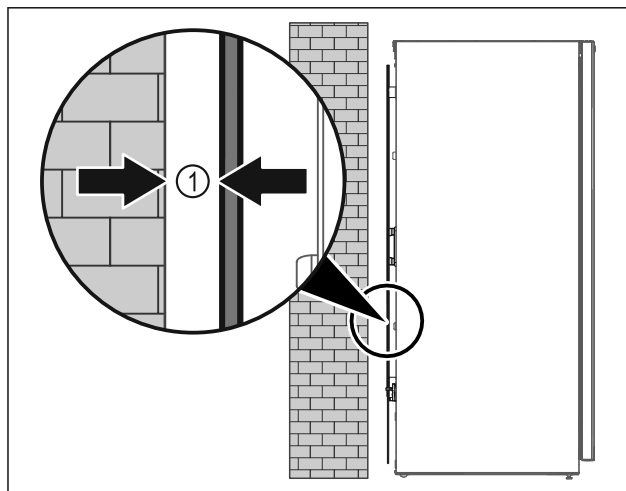

Fig. 7
- ▶ Instalați aparatul fie liber în încăperea sau direct la un perete cu o distanță minimă de 5 mm Fig. 7 (1).